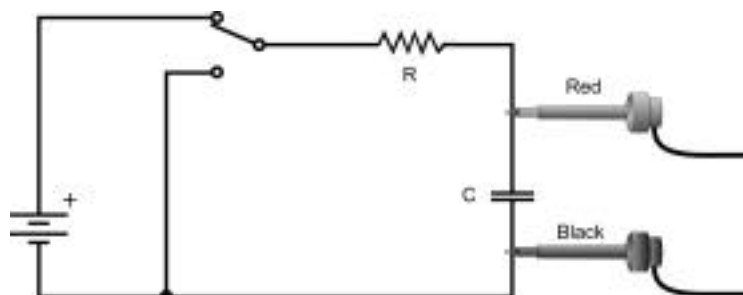

Figure 1
1. Connectez le circuit comme sur la Figure 1 ci-dessus avec le condensateur de 10- μ F et la résistance de 100-k . Notez leurs valeurs dans le tableau des données, ainsi que les valeurs des tolérances qui pourraient être indiquées dessus.
4. Chargez le condensateur pendant environ 30 s avec le commutateur dans la position de la Figure 1. Vous pouvez lire la tension au bas de l'écran pour voir si elle augmente. Chargez jusqu'à ce qu'elle soit constante..